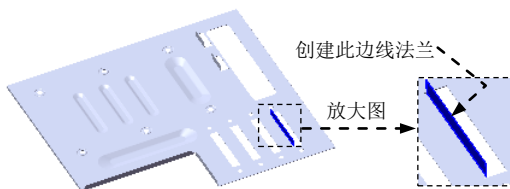
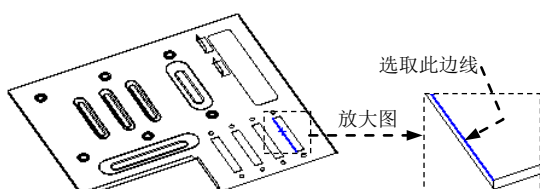

图 17.10.106 创建边线—法兰 7
图 17.10.107 定义特征的边线
Step32. 创建图 17.10.106 所示的边线—法兰 7。
(1) 选择命令。选择下拉菜单 **插入(I)** → **钣金(B)** → **边线法兰(E)...** 命令，系统弹出“边线法兰”对话框。
(2) 定义特征的边线。选取图 17.10.107 所示的模型边线为生成的边线法兰的边线。
(3) 定义法兰参数。在 **角度(G)** 区域的 **A** 文本框中输入角度值 90.0；在“边线法兰”对话框 **法兰长度(L)** 区域的下拉列表中选择 **给定深度** 选项，输入深度值 12.0，在此区域中单击“内部虚拟交点”按钮 。在 **法兰位置(N)** 区域中，单击“材料在外”按钮 。